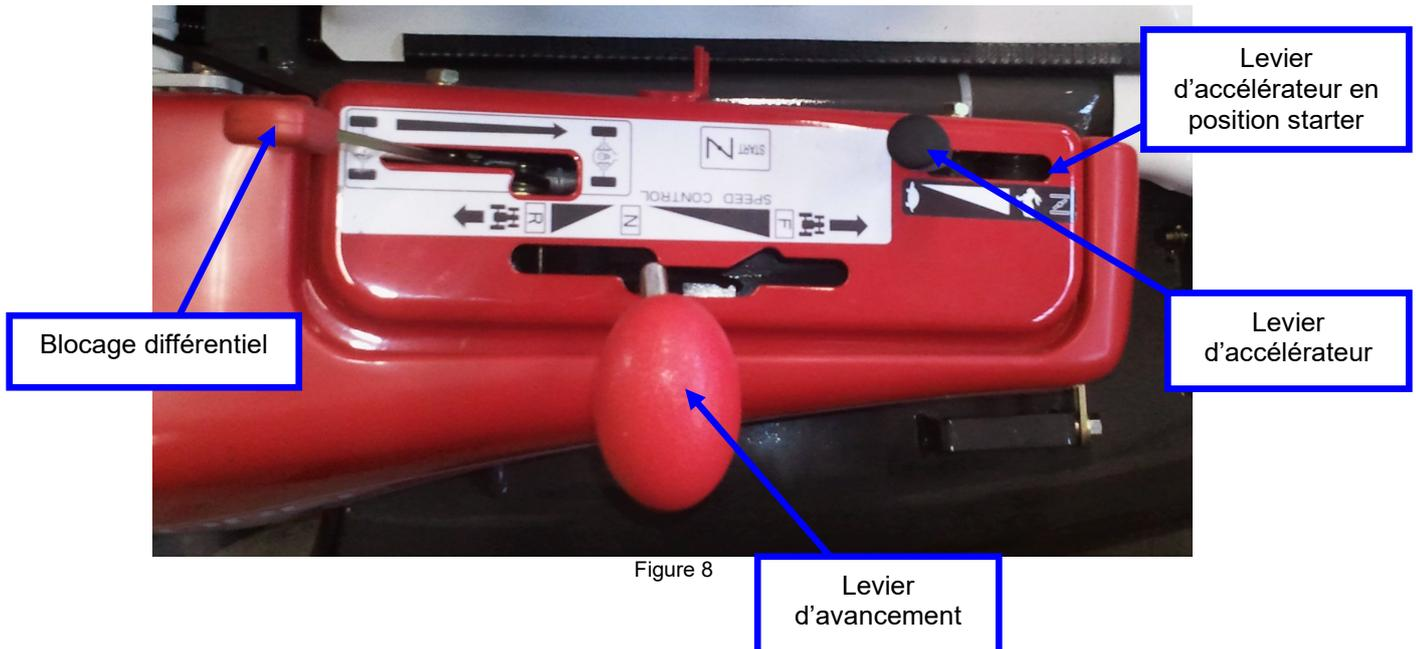

Figure 8
Il est utilisé pour faire avancer, reculer ou arrêter la machine (Figure 8). Lorsque vous placez le levier derrière la position arrêt (N), la machine va reculer, Lorsque vous placez le levier devant la position arrêt (N), la machine va avancer.
Il permet de contrôler la vitesse du moteur. On accélère en poussant le levier vers l'avant et on ramène le moteur au ralenti en le tirant en arrière (Figure 8).
Starter : poussez à fond le levier pour démarrer le moteur à froid. Ramenez le progressivement vers l'arrière (Figure 8) lorsque le moteur à démarré. N'utilisez pas moteur chaud.
Il permet de rendre les deux roues motrices arrière solidaires afin d'éviter qu'une seule patine en condition d'adhérence difficile. On ne doit l'utiliser que momentanément en ligne droite (Figure 8).